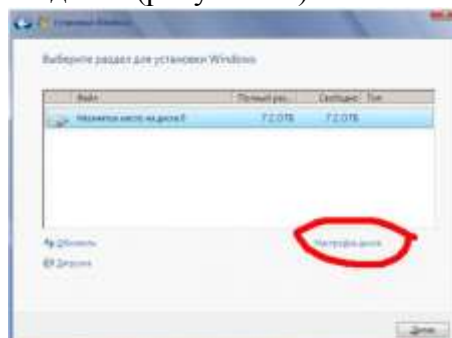

Рисунок 12 – Настройка диска
5) Выбираете Настройка диска (рисунок 12).